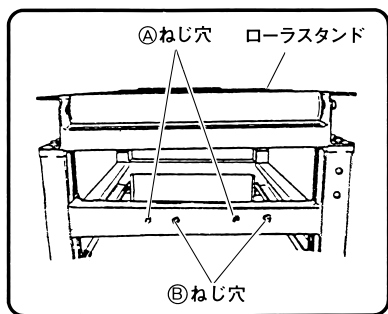

図 12
(2) ローラスタンドをコネクタプレート (A) の所まで移動させ、ローラスタンドのねじ穴位置をコネクタプレートの長溝位置に合わせます。ローラスタンドをCB40F形の前面に取付ける場合は、ローラスタンドの④ねじ穴 (2個) を使用し、後面に取付ける場合は、⑤ねじ穴 (2個) を使用します。(図12)